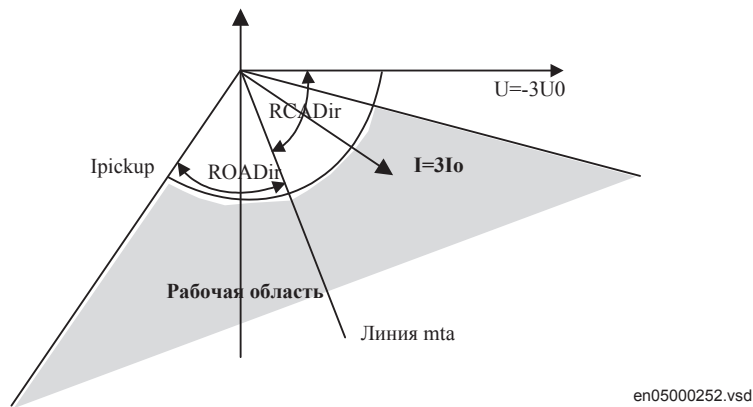

Рис. 141: Принцип направленного срабатывания I & U для функции CVGAPS,
- вектор измеренного тока находится в диапазоне срабатывания (задается углом срабатывания реле, уставка параметра *ROADir*; см. рис. 141).